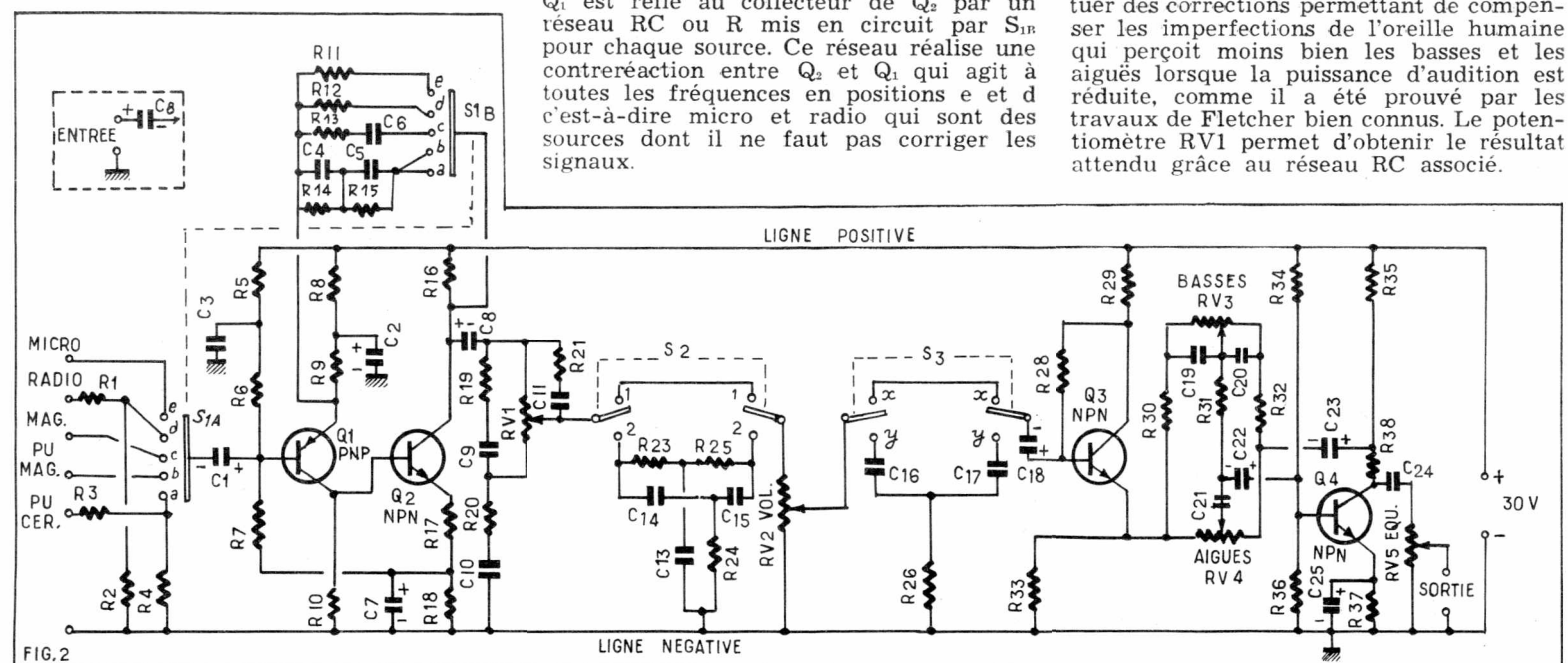

FIG.2
Réalisation pratique (figures 2 et 3)
On soude une $10\,000 \text{ ohms}$ entre les pôles + du condensateur $2 \times 32 \mu\text{F}$ (2). Sur un de ces pôles (voir figure 2) on soude une $10\,000 \text{ ohms}$ qui va à la broche 6 du support ECC83 (5) et une $10\,000 \text{ ohms}$ qui va au pôle + du $2 \times 32 \mu\text{F}$ (1) encore libre. Sur ce pôle on soude une $100\,000 \text{ ohms} 1 \%$ qui va à la broche 1 du support ECC83 (5) et une $27\,000 \text{ ohms}$
Le préamplificateur possède les cinq entrées indiquées sur ce schéma de la figure 2. Chaque source peut être branchée en permanence sans gêner les autres, sa liaison avec l'amplificateur étant assurée par un commutateur S_{1A} . Pour la FM, il est évident que la sortie BF du discriminateur devra être connectée à l'entrée « radio » qui convient aussi pour d'autres sorties de détectrices (AM, son TV).
Le montage d'entrée sera dans ce cas, réalisé comme le montre le petit schéma entouré d'un pointille de la figure 2. On conservera ainsi toutes les possibilités du montage : réglage physiologique, filtres, circuit de tonalité, équilibrage.